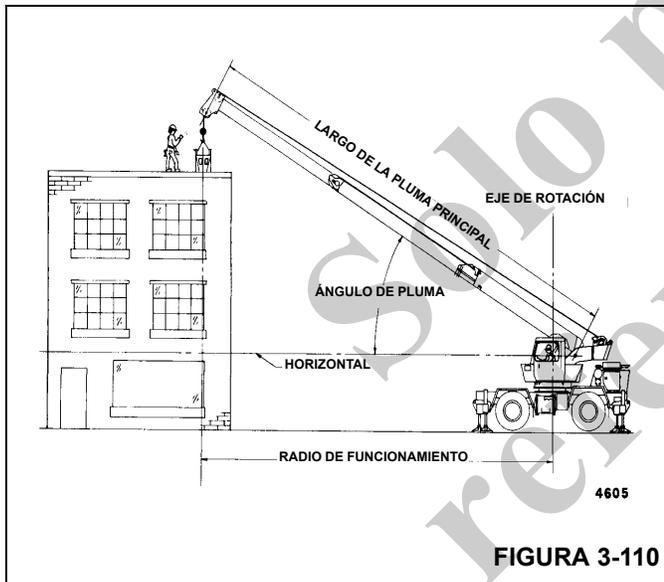

FIGURA 3-110
**NOTA:** Una de las herramientas más importantes de la grúa Grove es la tabla de cargas que se encuentra en la cabina del operador. Los términos que deben conocerse se muestran en la Figura 3-110.